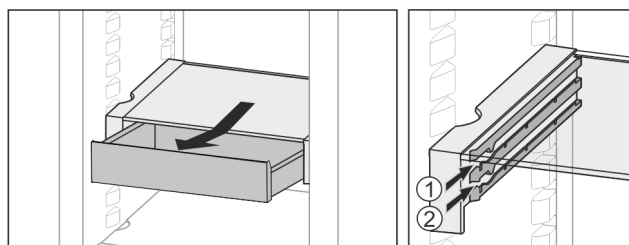

Fig. 28
- ▶ На любой высоте Fig. 28 (1) или Fig. 28 (2) вставить.